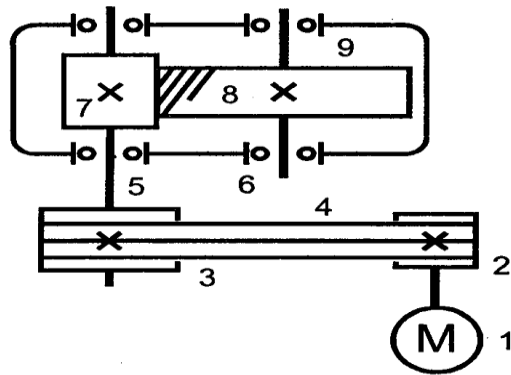

Рис. 12
**Пример 1.4.** Определить угловые скорости, вращающие моменты, передаточные отношения, мощности, КПД привода (рис.12), если передаточное отношение  $u_{23}=2,8$ , мощность электродвигателя  $P_1=7\text{кВт}$ , частота вращения его вала  $\omega_1=750\text{об/мин}$ , диаметры шкивов  $D_1=80\text{мм}$ ,  $D_2=160\text{мм}$ . Описать назначение, устройство, принцип работы привода.